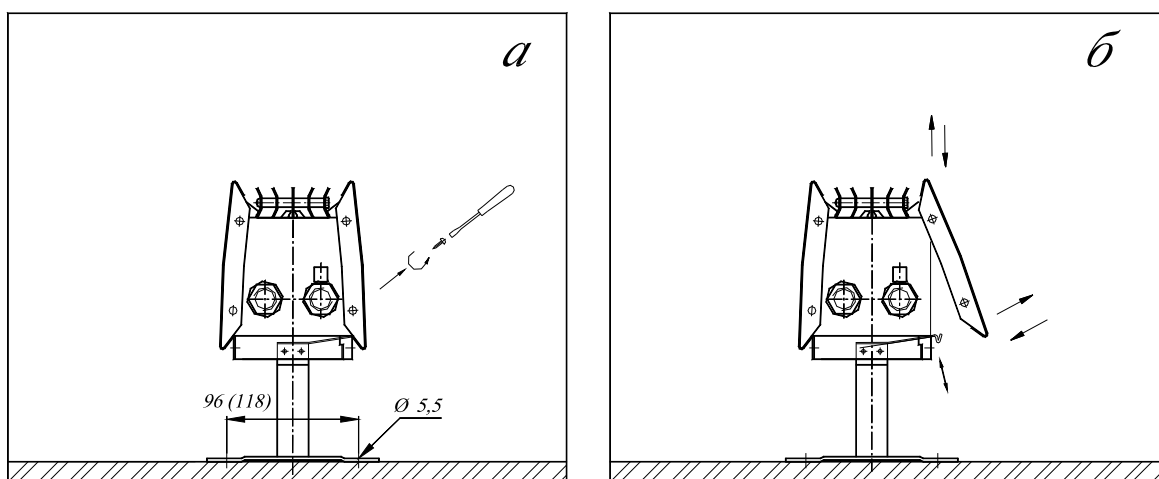

Рис.4.2. Монтаж напольных конвекторов.
2.5. Монтаж напольных конвекторов следует вести в следующем порядке (см. рис.4.2):